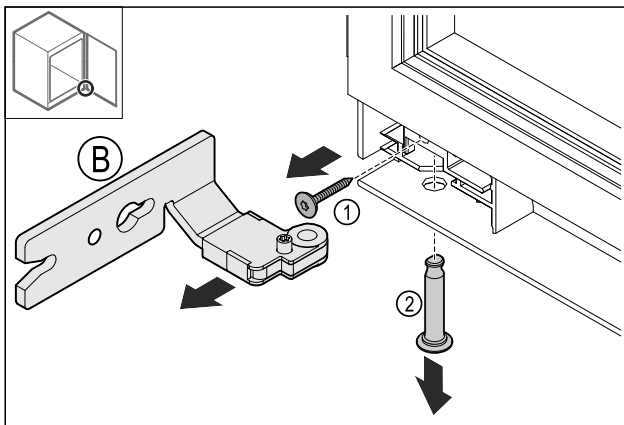

Fig. 15
- ▶ Hiqni vidën Fig. 15 (1).
- ▶ Hiqni bulonat Fig. 15 (2).
- ▶ Hiqni menteshën Fig. 15 (B).